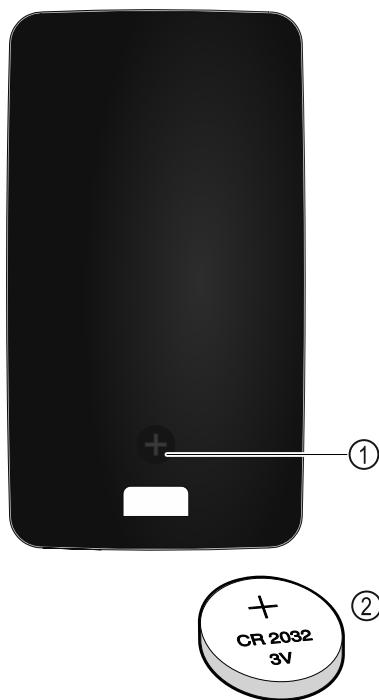

Fig. 151
Napájení dálkového ovládání proudem probíhá pomocí baterie typu CR 2032 na 3 V Fig. 151 (2), jakou lze běžně obdržet v dané prodejně.
- Vyšroubujte šroubek Fig. 151 (1) na zadní straně dálkového ovládání.